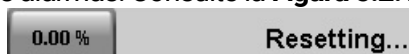

Figura 5.2.11: Restablecer alarmas
- 11) Restablecer todas las alarmas: al tocar el botón Porcentaje, se restablecerán todas las alarmas. Consulte la **Figura 5.2.11**.